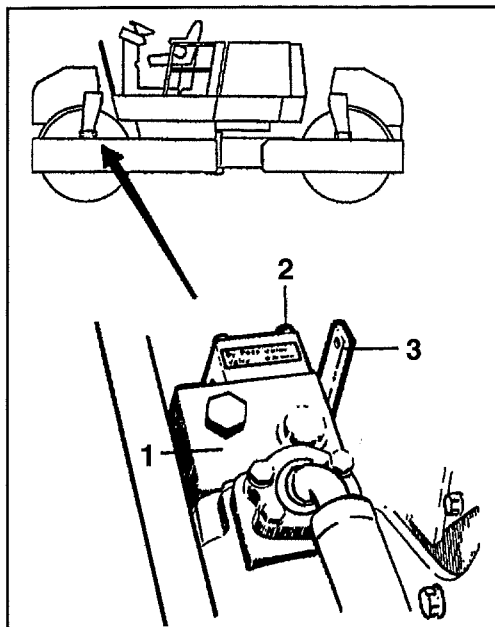
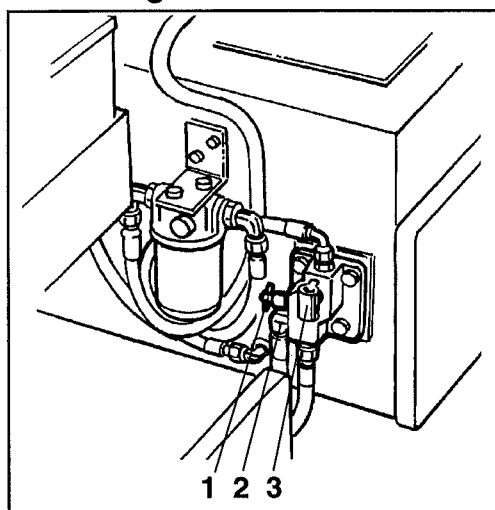

Fig. 29
Fig. 31 Bogserventil
Blockera valsen! Välten kan börja rulla då armen (3) fig. 29 manövreras.
2. Ta bort skruven (2) på ventilblocket (1) och dra armen (3) uppåt.
3.  Glöm inte att ställa tillbaka ventilblockets arm (3) fig 29 till ursprungsläge efter bogseringen.
Blockera valsen! Välten kan börja rulla då armen (3) fig 29, 31 manövreras.
1. Ta bort skruven (2) på ventilblocket (1) och dra armen (3) uppåt, enligt fig. 29.
2. Pumpa med armen (3) tills bromsarna friläggs. Se till att ventilen (1) är i intryckt läge.
3.  Glöm inte att ställa tillbaka ventilblockets arm (3) fig 29 till ursprungligt läge efter bogseringen. Samt håll ventilen (1) fig 31 i utdraget läge några sekunder efter bogseringen.